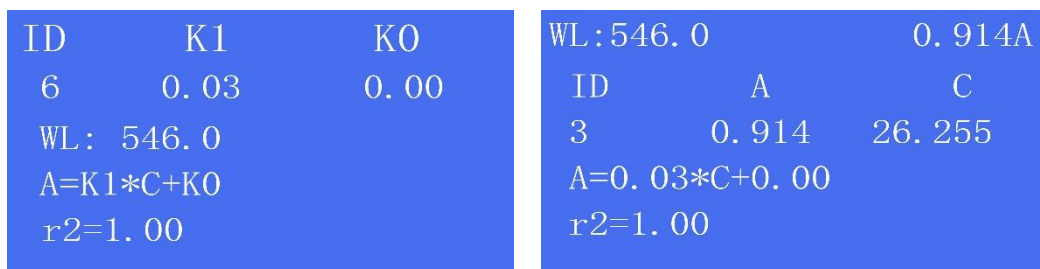

图 4-9
第三步： 按 SET 键，按上、下键改变 K, B 值，按 ENTER 键确认后进入测量界面（图 4-9）；
- 第五步： 将放有“样品”的样品槽置于光路中，读取浓度值（图 4-9）。